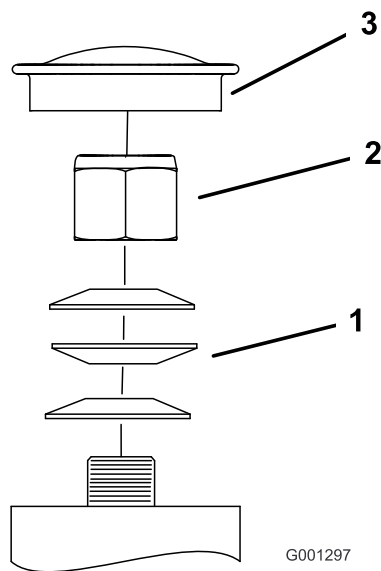

Figura 68
3. Retire el tapón guardapolvo de la rueda giratoria y apriete la contratuerca (**Figura 68**).
4. Apriete la contratuerca hasta que las arandelas de muelle estén planas, luego afloje $\frac{1}{4}$ de vuelta para establecer la pre-carga correcta de los cojinetes (**Figura 68**).
Importante: Asegúrese de que las arandelas de muelle están correctamente instaladas, según se muestra en **Figura 68**.
5. Coloque el tapón anti-polvo (**Figura 68**).